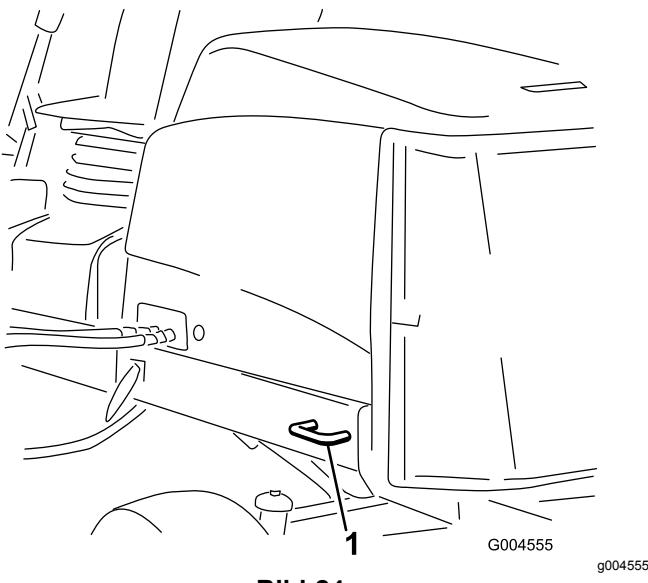

Bild 24
- **Heck der Maschine:** Jede Maschinenseite am Hinterrahmen (Bild 24).